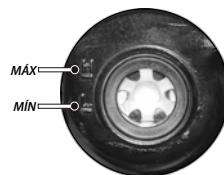

Imagen 16. Mirilla del aceite.
2. Localizar la mirilla del aceite en el lado derecho del motor. Ver imagen 16.